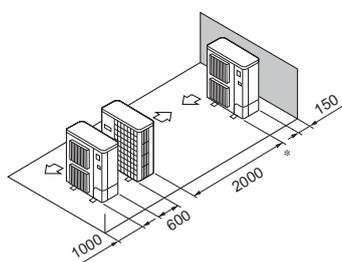

Fig. 2-12
- ⑤ Disposizione di unità singole parallele (Fig. 2-12)
- ⑥ Disposizione di unità singole parallele (Fig. 2-12)